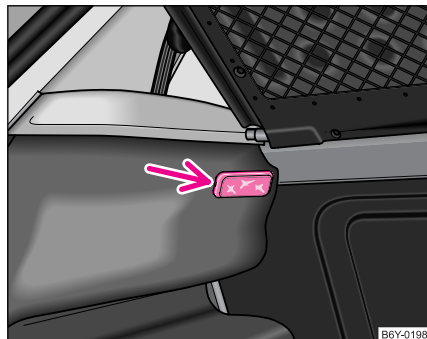

Abb. 177 Gepäckraumleuchte ausbauen
- Setzen Sie einen Schraubendreher in den Schlitz neben der Leuchte ein ⇒ Abb. 177. Leuchte vorsichtig heraushebeln. ▶